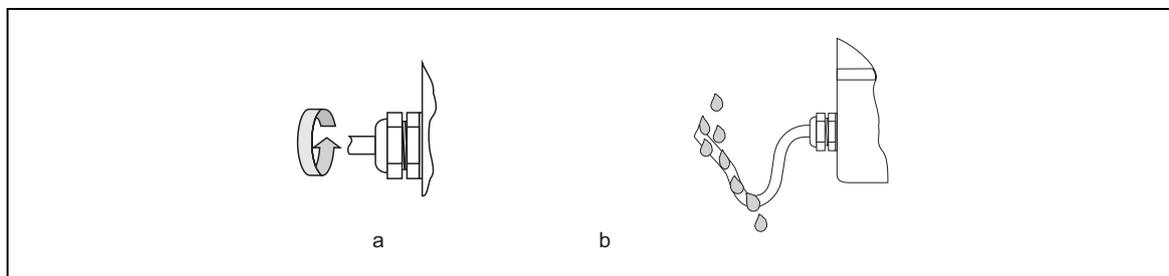

Рис. 29: Конфигурирование токовых выходов при помощи переключек (плата I/O)
3. Установите переключки в соответствии с → рис. 29